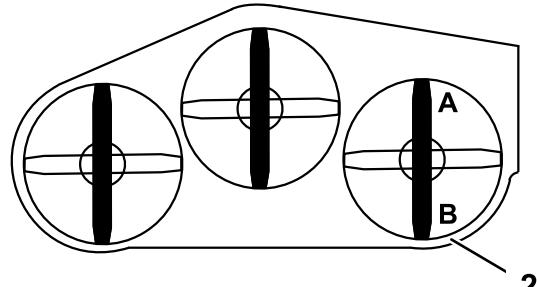

Figure 89
- Tournez une lame dans le sens longitudinal. Mesurez la distance aux points **A** et **B** entre une surface plane et le bord coupant des pointes des lames (Figure 89).